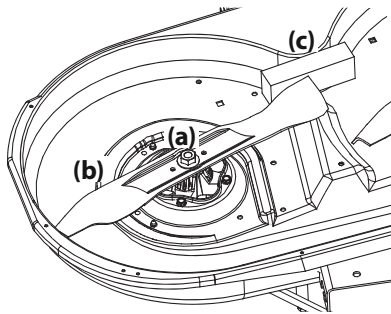

Figura 46
2. Use una llave de  $1\frac{5}{16}$ " para sostener la tuerca hexagonal en la parte superior del conjunto del husillo cuando afloje la tuerca hexagonal (a) que fija la cuchilla (b). Se puede colocar un bloque de madera (c) entre el alojamiento de la plataforma y el borde de corte de la cuchilla (b) para ayudar a aflojar la tuerca hexagonal (a) que fija la cuchilla. Consulte la Figura 46.